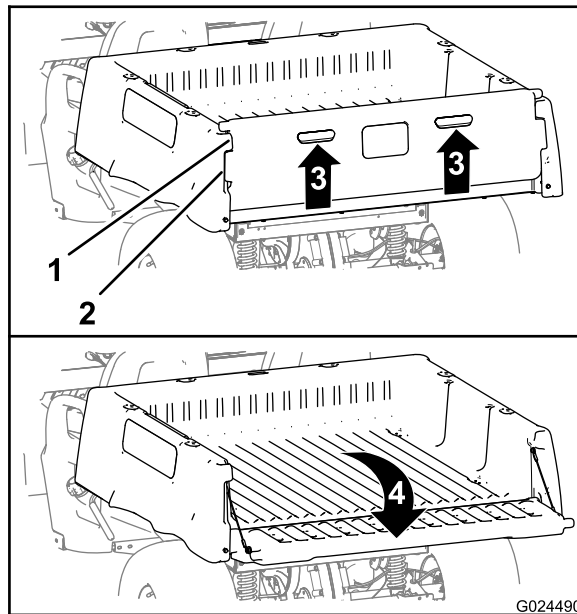

Рисунок 16
2. Поднимите захваты на задней панели откидного борта (Рисунок 16).
3. Совместите фиксирующие фланцы заднего откидного борта с отверстиями, расположенными между фланцами откидного борта грузового кузова (Рисунок 16).
4. Поверните откидной борт назад и вниз (Рисунок 16).
- Поверните откидной борт вверх и вперед так, чтобы фиксирующие фланцы откидного борта были заподлицо с его гнездом в грузовом кузове (Рисунок 16).
- Опустите откидной борт до его посадки в задней части грузового кузова (Рисунок 16).